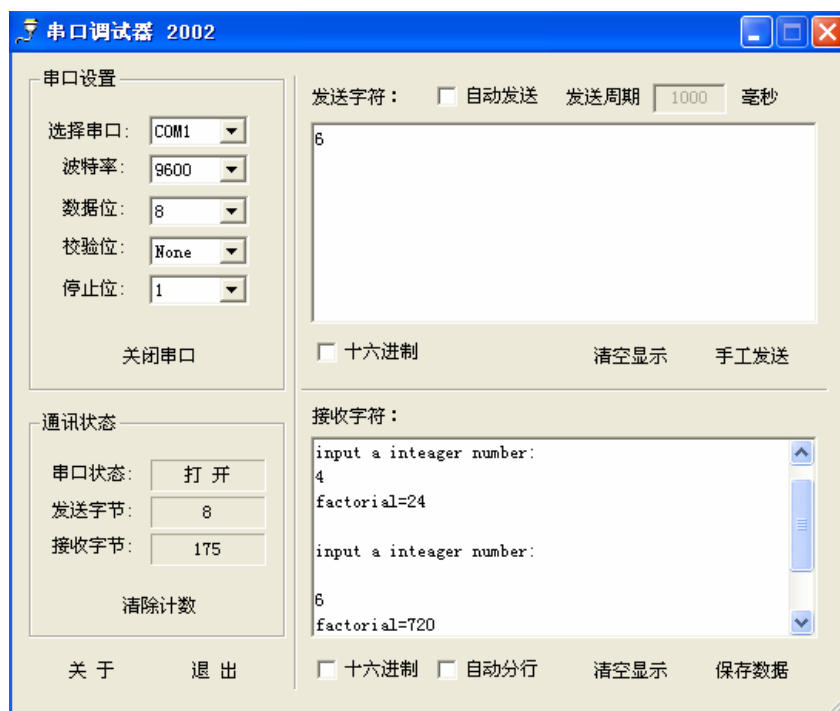

图 3-31
3. 从串口中输入一个数（设为4）单片机就会输出其阶乘的结果24；同样如果输入6那么单片机就会输出其结果720。如下图3-31所示。